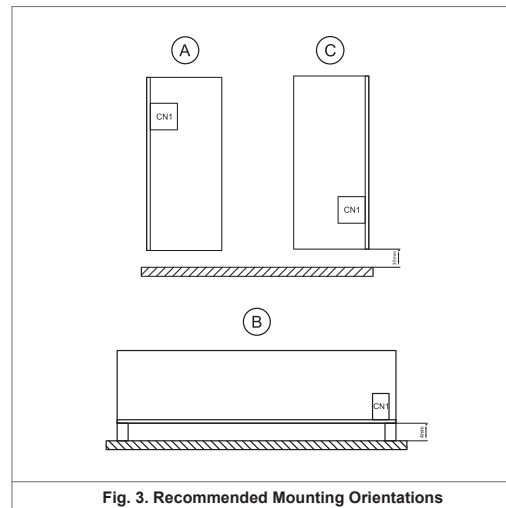

Fig. 3. Recommended Mounting Orientations
- 安装时为确保持强制通风所需的充足气流，电源运行时应始终留出足够空间，气流方向如图3建议。